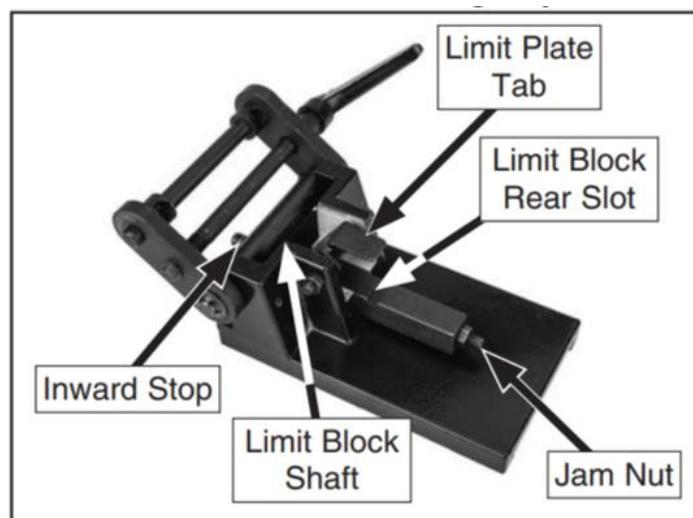

Рисунок 27. Обозначение деталей ограничителя.
- Если параллельный упор не упирается на 90°, когда оно соприкасается с валом ограничительного блока, упор на 90° отрегулирован неправильно. Перейдите к шагам 4-6. 4. Поверните ограничитель на 90°, затем ослабьте стопорную гайку, расположенную на задней части вала ограничительного блока (см. рис. 27)
Примечание: При регулировке удерживайте ограничительную пластину в заднем пазу ограничительного блока (см. рис. 27).
Примечание: Когда параллельный упор наклоняется к столу, оно останавливается, соприкасаясь с внутренним упором (см. рис. 27).